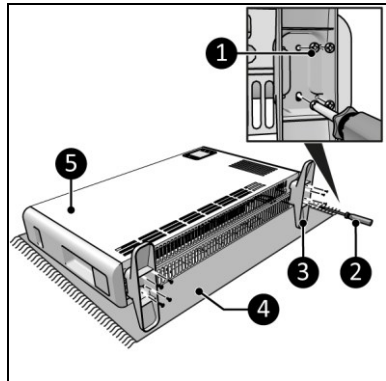

Abbildung 9
1. Legen Sie das Gerät auf eine stabile weiche Oberfläche (Abbildung 9, Pos. 4).
2. Platzieren Sie die Sockel (Abbildung 9, Pos. 3) an beide Seiten des Hauptkörpers (Abbildung 9, Pos. 5).
3. Schrauben und ziehen Sie die Standfüße mit den kleinen Schrauben (Abbildung 9, Pos. 1) unter Verwendung der beiden mittleren und zwei äußeren Löcher mit einem Phillips Kreuzschlitzschraubendreher (Abbildung 9, Pos. 2) fest.